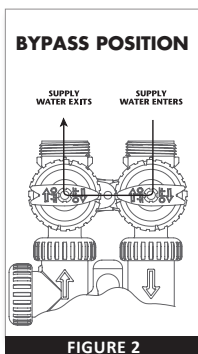

FIGURE 2
2. Bypass-stand: De inlaat- en uitlaathendels wijzen naar het midden van de bypass. Het systeem wordt geïsoleerd van de waterdruk in het leidingsysteem. Er wordt onbehandeld water geleverd in het gebouw (**Fig. 2**).